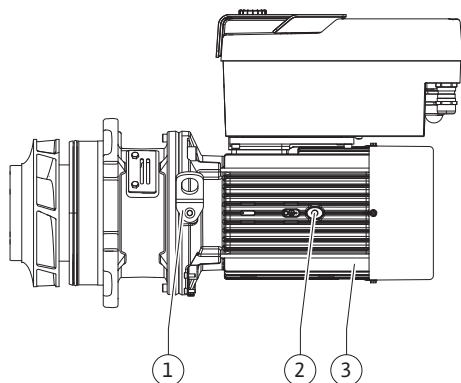

Fig. 108: Set di innesto
13. Introdurre il set di innesto (vedi Fig. 108) nel corpo pompa nella posizione precedente o in un'altra posizione angolare desiderata. Attenersi alle posizioni di montaggio ammesse per i componenti (vedi capitolo "Posizioni di montaggio ammesse e modifica della disposizione dei componenti prima dell'installazione" [► 25]).
14. Si consiglia l'impiego dei perni di montaggio (vedi capitolo "Accessori" [► 20]). Quando la guida della lanterna ha fatto presa in modo evidente (ca. 15 mm prima della posizione finale) non c'è più alcun pericolo di ribaltamento o di inclinazione. Una volta fissato il set di innesto con almeno una vite (Fig. I/III, pos. 10 o Fig. III/IV, pos. 29), è possibile rimuovere i mezzi di fissaggio dagli occhioni di trasporto.
15. Avvitare le viti (Fig. I/III, pos. 10 o Fig. III/IV, pos. 29), ma non serrarle ancora definitivamente. Mentre si avvitano le viti, il set di innesto viene tirato all'interno della pompa.